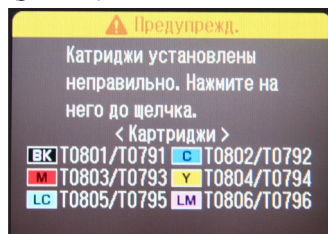

рис. 25
1. Если во время работы принтер потребует замены картриджей на экране появится сообщение “Чернильные картриджи не распознаются” (рис. 25).